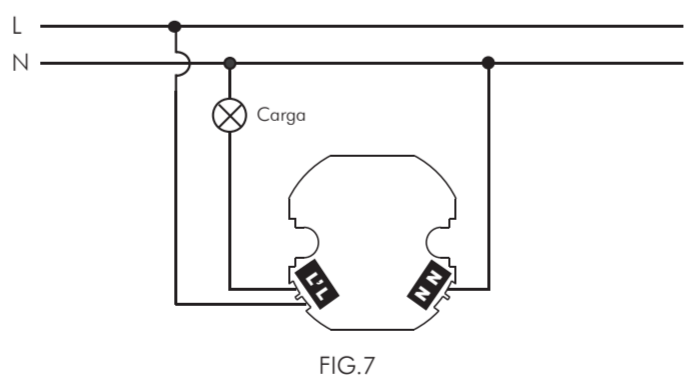
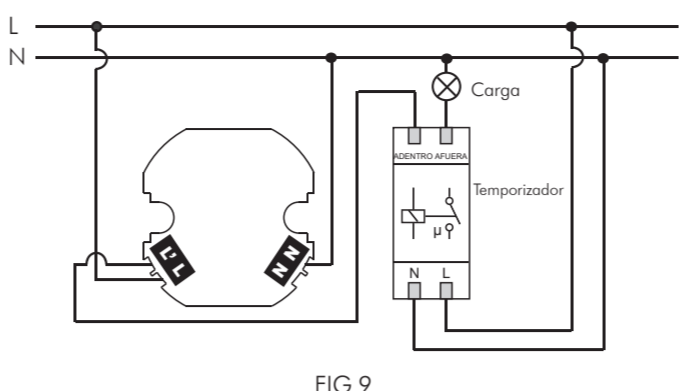

FIG.7
FIG.9
3.2.1. Un detector controla una carga (Ver FIG. 7)
3.2.3. Un detector controla el temporizador. (La perilla fija el tiempo a \sqrt{L} .) (Ver FIG. 9).
3.3.1.2. Destornille el terminal y revise el diagrama de cableado (Ver FIG. 7 - FIG. 9) para insertar los cables de poder en el terminal correspondiente.